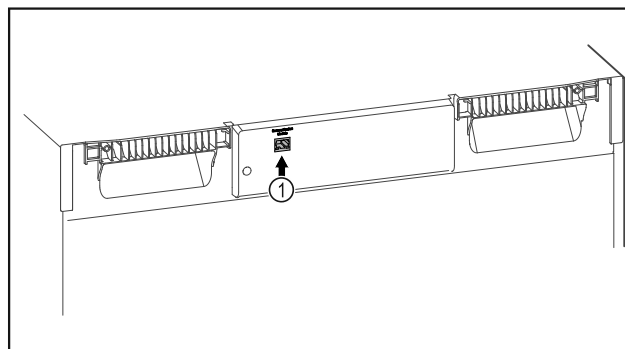

Fig. 114
- ☐ Le SmartModule *Fig. 114 (1)* est en place.